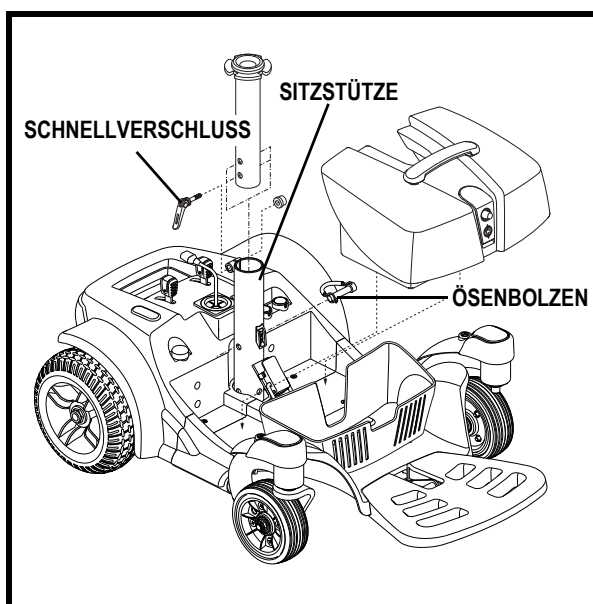
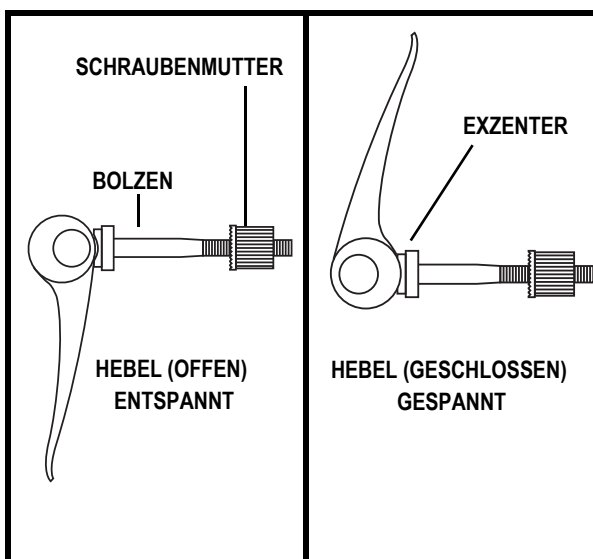

Abb. 16. Einstellung der Sitzhöhe
Abb. 17. Bedienung des Schnellverschlusses
5. Lösen Sie den Schnellverschluß. **Siehe Abb. 16.**
9. Schließen Sie den Schnellverschluß wieder. **Siehe Abb. 17.**
Die Schnellverschlüsse verhindern ein übermäßiges Spiel in der Sitzstütze. **Siehe Abb. 16.** Der Schnellverschluss besteht aus einem Bolzen, einem Hebel und einer Schraubenmutter. **Siehe Abb. 17.** Der Hebel hat an einem Ende einen Exzenter, der den Verschluss in der Position hält. Der Schnellverschluss kennt zwei Positionen: gespannt und entspannt. Wenn der Hebel geöffnet ist, ist der Schnellverschluss entspannt. Wenn der Hebel geschlossen ist, ist der Schnellverschluss gespannt.